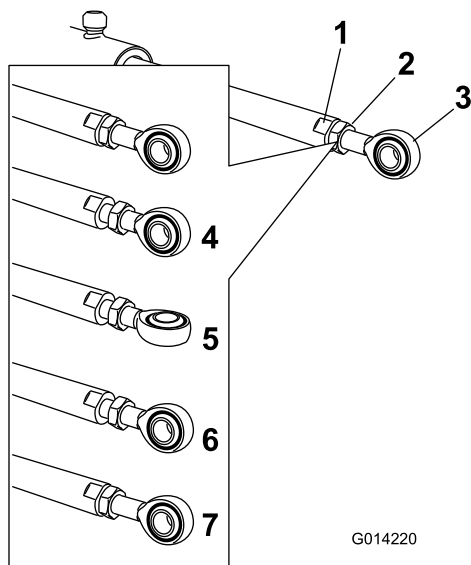

図 107
5. アクチュエータロッドの平らな部分にレンチを当ててロッドを保持しながらジャムナットをゆるめる 図 107。
6. ロッド端部を回転させてアクチュエータを希望の位置に調整する 図 107。